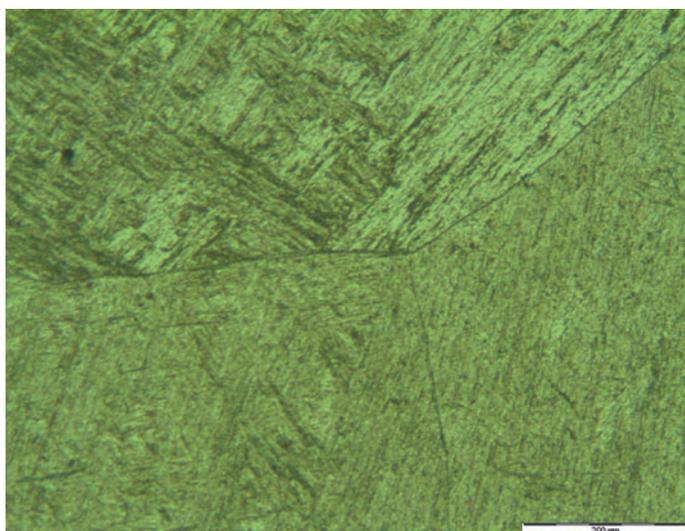

Bild 6: CMT-Form – Mikrostruktur bei TC3 vor der Wärmebehandlung
Das Mikrogefüge im Gusszustand an der Position TC 3 (nach **Bild 3**) zeigt **Bild 6**. Primäraustenitische Körner nach ISO 643:2003(E) mit einem mittleren Durchmesser von 1,976 mm und korrespondierender Korngröße G = -5 wurden gefunden. Die Mikrostruktur besteht aus nicht getempertem Martensit. An den primäraustenitischen Korngrenzen kann man, in Übereinstimmung mit den ermittelten Abkühlraten, Ausscheidungen von Karbiden sehen.